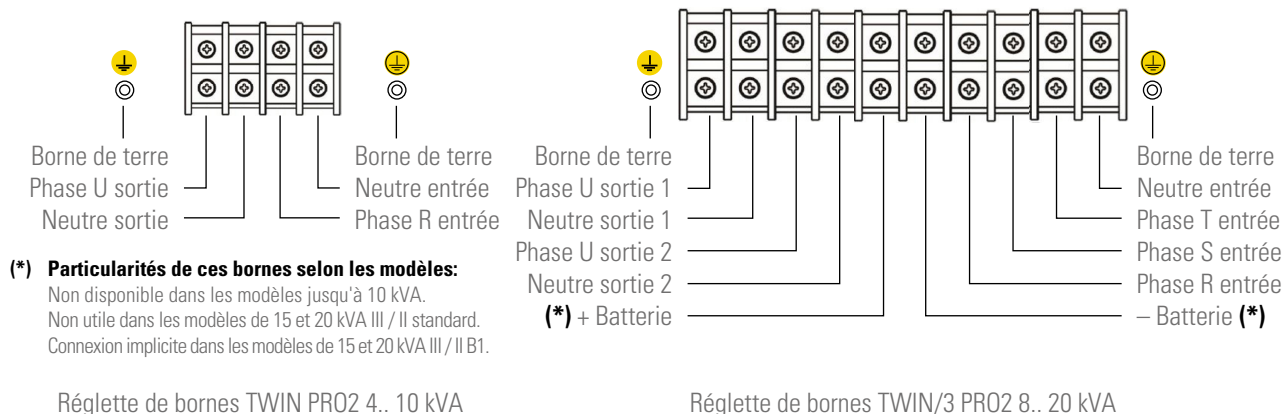

Fig. 17. Réglette de bornes de connexions.
- Reliez les câbles d'entrée aux respectifs terminaux d'après la configuration de l'équipement disponible [voir Fig. 17]. Pour les systèmes en parallèle, il faudra répéter les connexions qui vont depuis le tableau vers chaque équipement.
- Raccordez les câbles d'alimentation aux terminaux de sortie ou sortie 1, U et N, **en respectant l'ordre des phases et le neutre** indiqué sur l'étiquetage de l'équipement et dans ce manuel [voir Fig. 17]. Autrement il peut nous arriver des pannes et/ou des anomalies sur l'ASI et/ou sur la charge ou charges.
- Reliez les charges aux terminaux de sortie 2, U et N, **en respectant l'ordre de la phase et le neutre** indiqué sur l'étiquetage de l'équipement et dans ce manuel [voir Fig. 17]. Autrement il peut arriver des pannes et/ou anomalies sur l'ASI et/ou sur la charge ou charges.